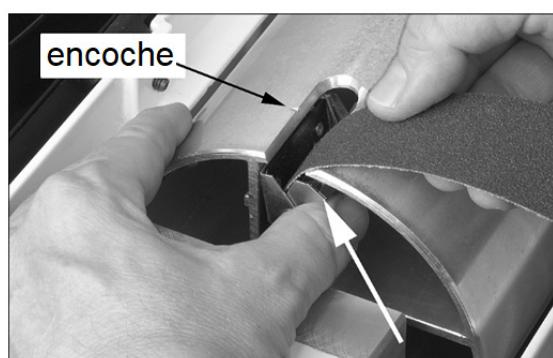

Figure 6-4
2. Appuyez le levier de fixation (Figure 6-4) sur l'extrémité extérieur (gauche) du cylindre et insérez l'extrémité biseautée de l'abrasif à travers la fente, afin que la largeur de la bande corresponde à l'encoche de référence, comme illustré. Cela garantira la bonne longueur de bande à fixer à l'extrémité opposée du cylindre. Alignez le bord biseauté de la bande abrasive sur le bord gauche du cylindre.